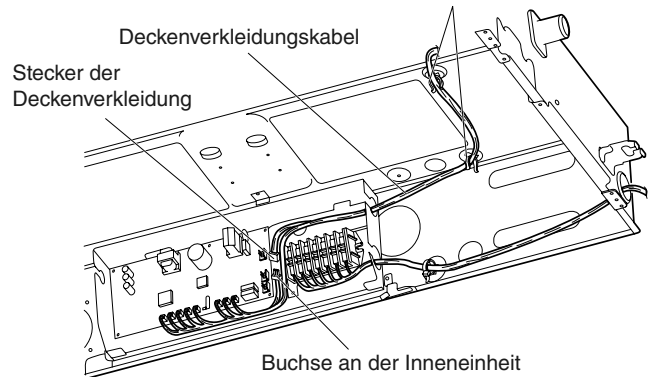

Abb. 9-10
- (2) Das aus der Deckenverkleidung kommende Kabel mit Stecker (7-polig, rot) mit den Kabelklammern an der Inneneinheit (2 Stellen) sichern. Das Kabel dann an die Buchse im Gehäuse der elektrischen Komponenten an der Inneneinheit verbinden. (Abb. 9-10)